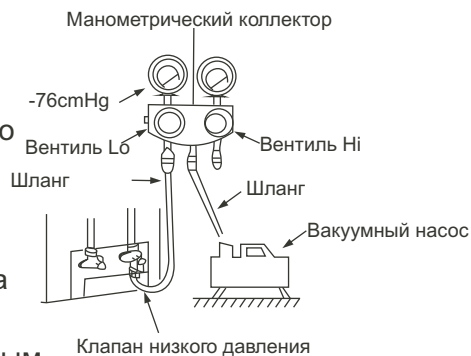

Рис.22
2. Подключите этот шланг к манометрическому коллектору, а от коллектора к насосу (Рис.22).